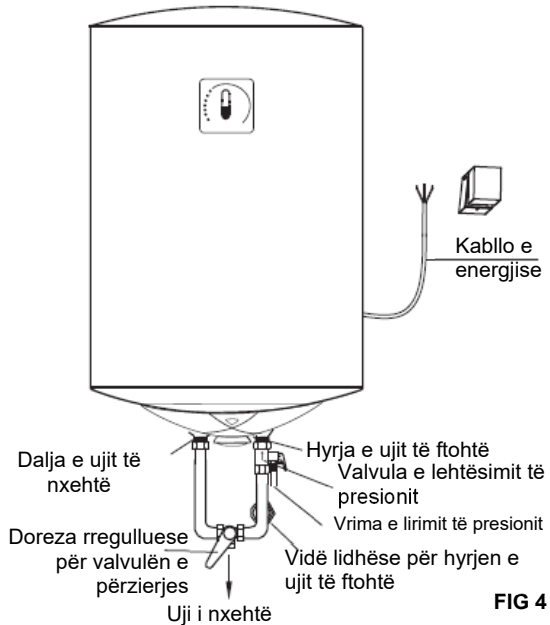

FIG 4
3. Për të shmangur rrjedhjet gjatë lidhjes së tubacioneve, guarnicionet e gomës së pajisur me ngrohës duhet të shtohen në fund të fijeve për të siguruar njeje rezistente ndaj rrjedhjeve (shih Fig.4).